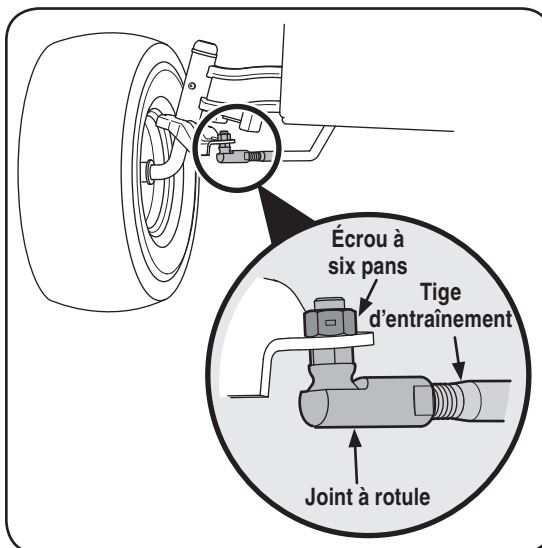

Figure 5-3
1. Desserrez l'écrou de blocage de la tige d'entraînement sur l'arrière du joint à rotule. Voir la Figure 5-3 .
2. Enlevez l'écrou hex. sur le dessus du joint à rotule. Voir la Figure 5-3.